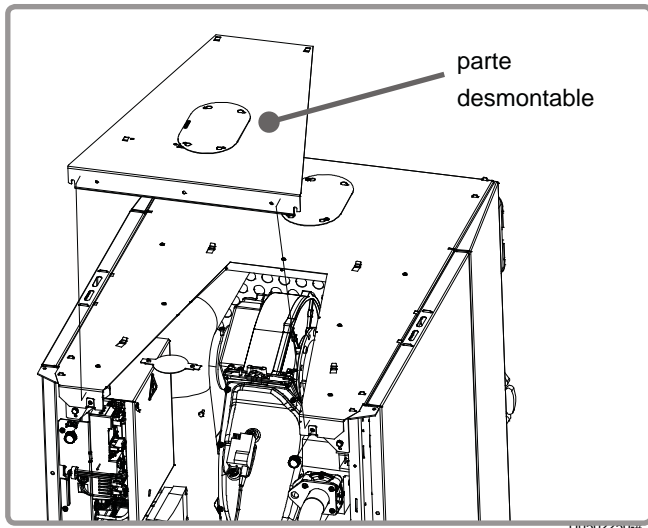

figura 47 - Revestimiento superior desmontable
- Coloque la brida de sujeción (el texto grabado "UP" debe permanecer visible y la guía interna debe estar ubicada sobre el eje trasero de la caldera - ver figura 47).
- Ejerza presión y gire la manija hacia la derecha para bloquear la cabeza (ver figura 47).